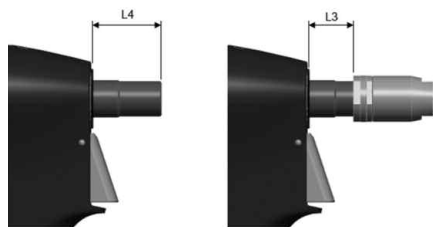

Fig. 3
Montare le parti in ordine inverso. Sulla superficie esterna delle ganasce (fig.2 - pos.2) applicare una goccia di olio lubrificante, applicare un leggero strato di lubrificante plastico (si consiglia MOGUL LV2-3) nel tubo di aspirazione completo (fig.2 - pos. 8). Effettuare la regolazione base come mostrato nella fig.3.